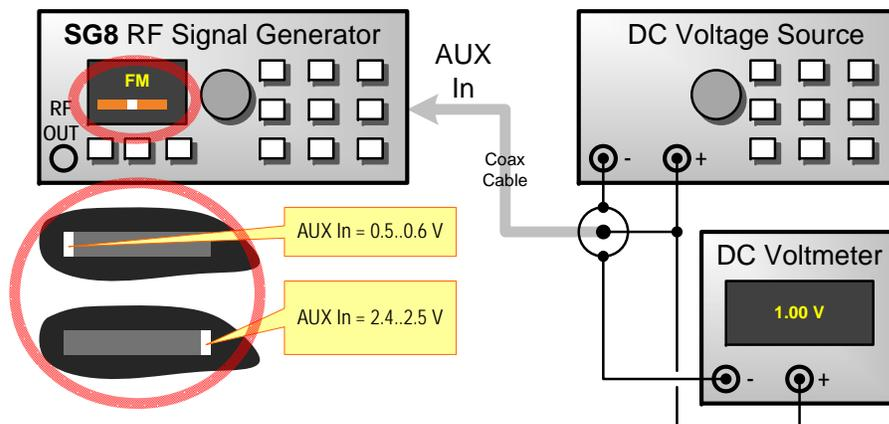

Рис. 12: Тест входа AUX In
1. Соедините приборы, как показано на рис. 12.
4. Вращая ручку регулировки блока питания, подайте постоянное напряжение от 0.5..0.6 В до 2.4..2.5 В, индикатор среднего значения при этом должен сместиться от крайнего левого до крайнего правого положения (см. рис. 12). Если это так, тест пройден успешно.